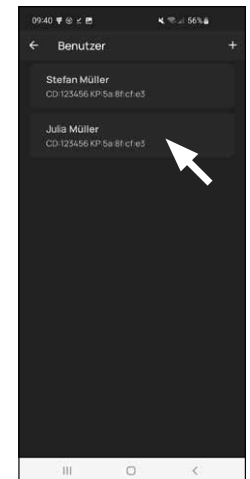

Abb. 16
- ! Hinweis:** Falls gewünscht, können Sie auch direkt Fingerprints für weitere Benutzer. Gehen Sie dazu einen Schritt zurück und wählen den gewünschten Benutzer aus (Abb. 16). Wiederholen Sie die Schritte dieses Kapitels.